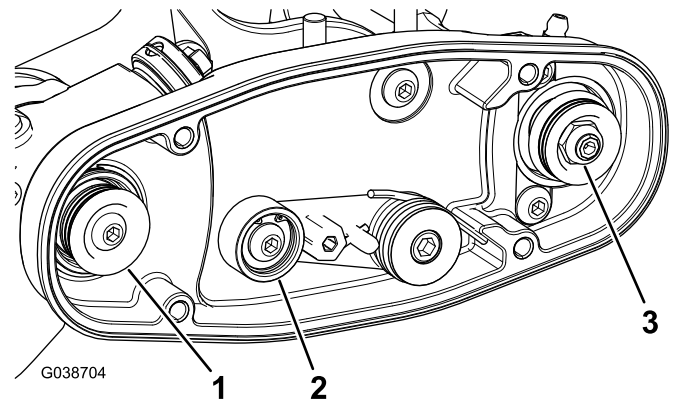

Figura 24
1. La puleggia condotta (all'albero della spazzola per rullo) può spostarsi in dentro o in fuori (Figura 24).
2. Mentre fate ruotare il cilindro, che farà ruotare a sua volta la puleggia motrice, fate leva sulla cinghia per staccarla dalla puleggia motrice (Figura 24)
3. Togliete il dado di bloccaggio che fissa la puleggia condotta all'albero della spazzola (Figura 24 o Figura 25).